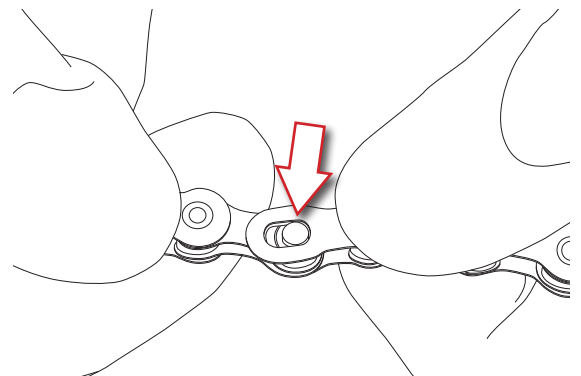

Fig.8
- Inserite i perni nella zona di maggior diametro delle asole della C-Link™ (Fig. 8).